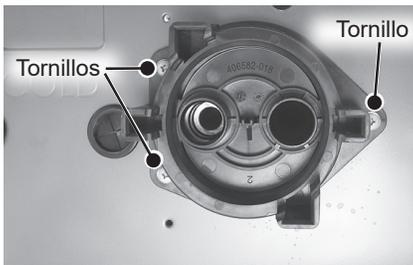

Figura 182 - Retire los tornillos del múltiple
13 Ubique los tres (3) tornillos que fijan el múltiple del cartucho al lado inferior del calentador de agua, como se muestra en la Figura 182. Use un destornillador Phillips para retirar los tornillos. Deje los tornillos a un lado en un lugar seguro para volver a instalarlos.
16 Ubique los tres (3) tornillos que se retiraron anteriormente en el **Paso 13**. Use los tornillos para fijar el múltiple del cartucho al gabinete del calentador de agua. Consulte la Figura 182.